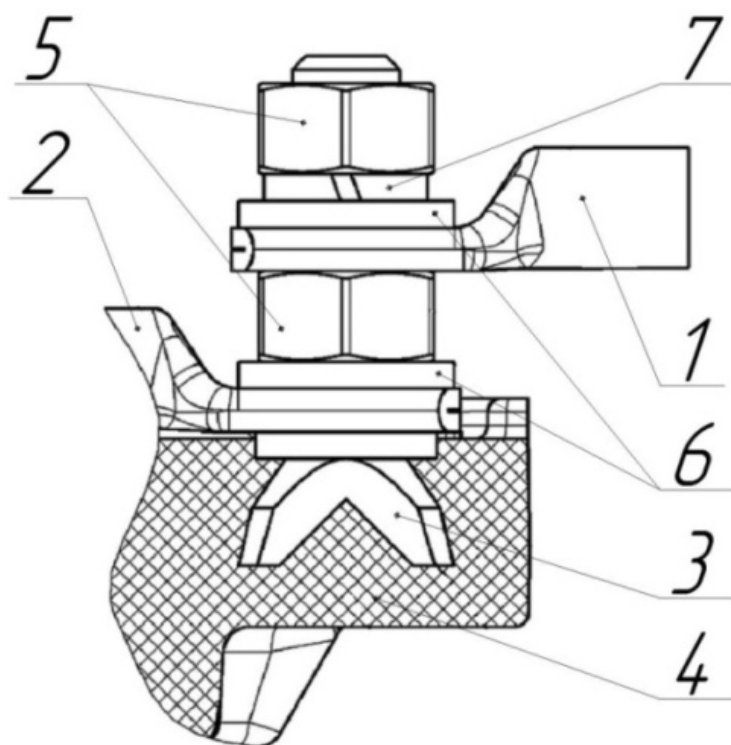

Рис. 2 Схема контактного соединения
-2) монтажные схемы на рис. 2 – 4, 6;
Последовательность закрепления кабельных наконечников на контактном болте должна соответствовать схеме, представленной на рис. 2.